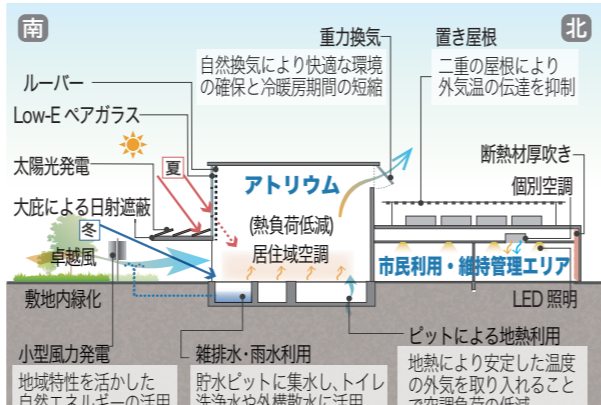

図3: 各種環境負荷低減策のイメージ
- B) 断熱材厚吹きや Low-E ペアガラス等による**高断熱化**、置屋根、ルーバー、大庇等による**日射熱負荷低減**、LED 照明や個別空調、重力換気等による**省エネルギー化**、**再生材の活用による LCCO2 の低減**を提案します。(図3)
- C) 全国上位の日照率を活かした**太陽光発電**、南からの卓越風を活かした**小型風力発電**、ピットや基礎を活用した**地熱利用等の再生可能エネルギー導入**を検討します。(図3)
- D) 貯水ピットによる**雨水・中水の外構や雑用水への活用**と**水資源の保全、防災拠点としての機能強化**を提案します。(図3)
- E) 周辺樹木による**緑陰や水景設置による冷却効果の取込み**を検討します。(図3)